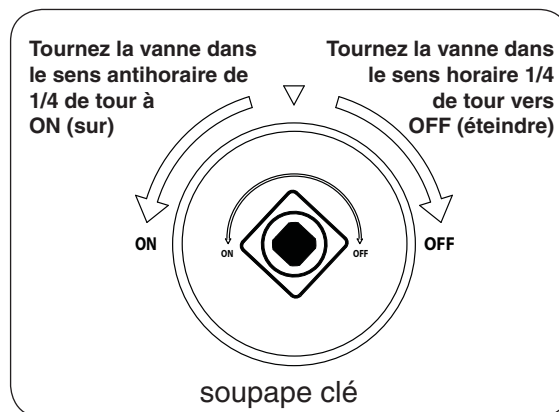

Fig. 24-2
4. **Tout en maintenant le bouton d'allumage dans, vérifiez que l'étincelle de l'électrode est mise à la terre sur le tube de flash, puis tourner progressivement la vanne clé contre-sens horaire un virage sur la position ON (allumer) 1/4 (voir Fig. 24-2). Votre graveur doit allumer.**
Pour éteindre votre brûleur à gaz, tournez la vanne clé en sens horaire d'un tour à la position **OFF (ÉTEINDRE) 1/4** (voir Fig. 24-2). Assurez-vous que le bouton de commande est tourné à fond au large pour éviter toute fuite de gaz.